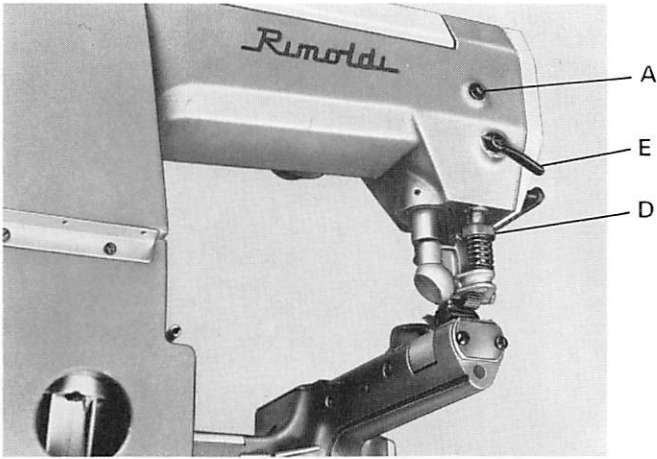
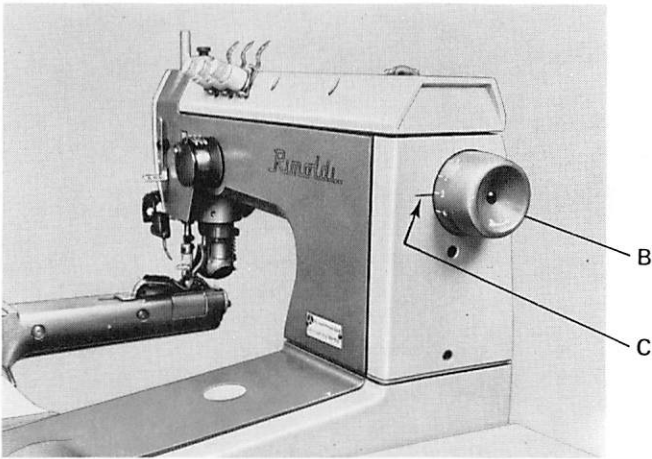
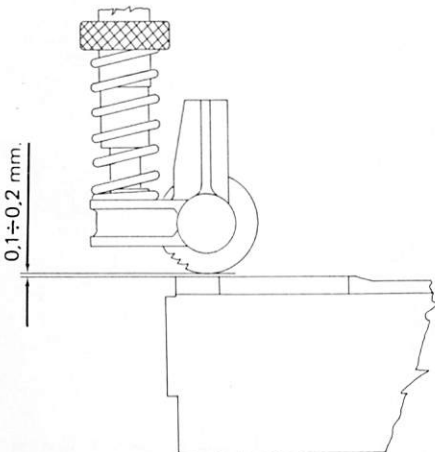

Fig. 1
Fig. 2
Fig. 3
- premere il pulsante A fig. 1 ed impostare l'entità del trasporto mediante il volantino graduato B fig. 2 (lo stesso che serve per la determinazione della lunghezza del punto).
- rilasciare il pulsante A quando il numero corrispondente al trasporto desiderato coincide con l'indicatore C fig. 2.
La pressione del puller si regola mediante la ghiera D fig.1, tenendo presente che a macchina ferma e senza tessuto, fra il rullo dentato e la placca ago deve sempre sussistere una distanza  $0,1 \div 0,2$  mm. (fig.3), per evitare interferenze e quindi relativi inconvenienti.
- press button A-fig. 1 and set the amount of feed required by turning graduated handwheel B-fig. 2 (that used for setting the stitch length)
- release button A when the number corresponding to the desired amount of feed is positioned against indicator C-fig.2.
The pressure of the puller is adjusted by means of ring nut D-fig.1, bearing in mind that when the machine is not running and without fabric there must always be a clearance of  $0.1 \div 0.2$  mm. (fig.3) so that obstructions and relative difficulties are avoided.